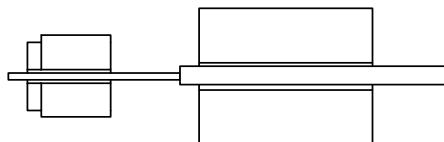

Рис. 7-3 Сравнение двух способов захвата
- 2) **Торцы оптоволокна волокнистого покрытия должны быть прижаты краем основания захвата, как показано на рис. 7-3**